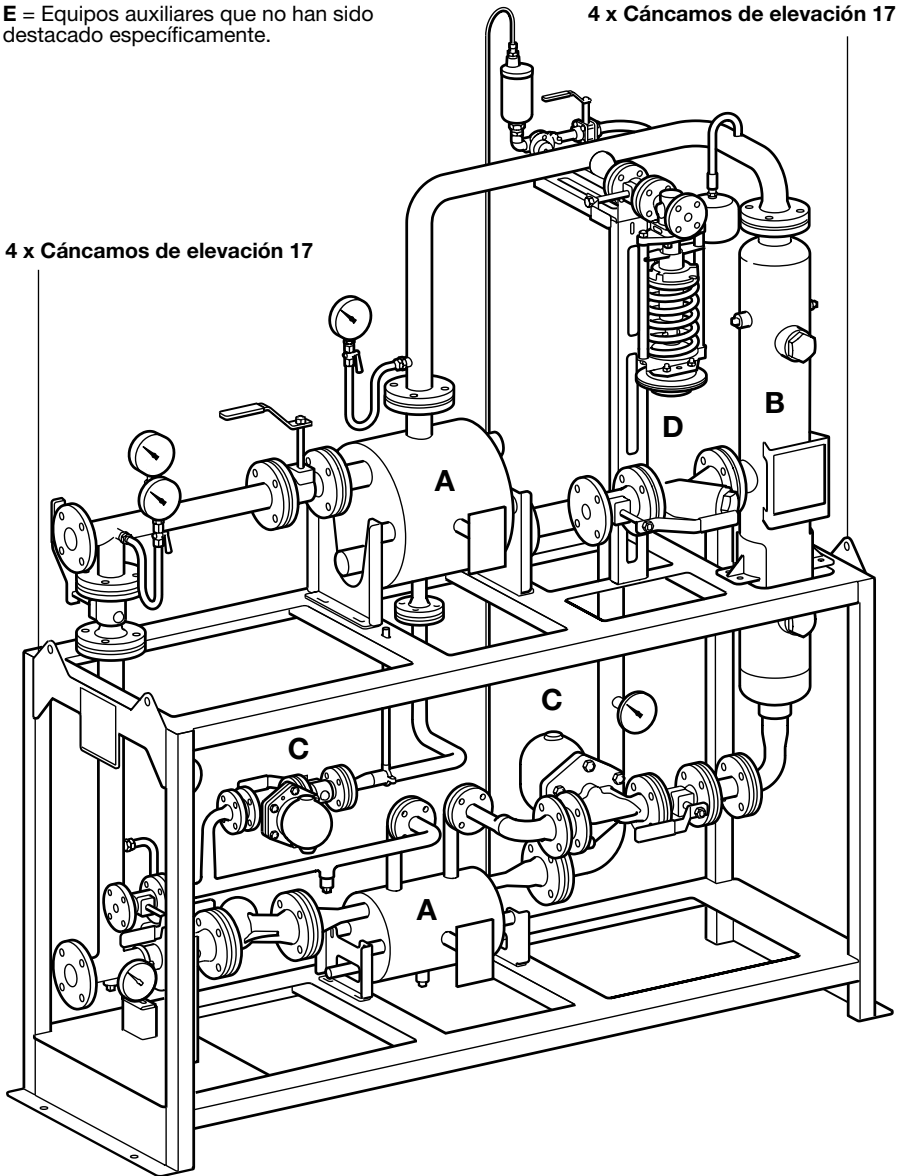

Fig. 1 Equipo de recuperación de energía Spirax FREME
1.13 Elevación de la unidad (fig.1)
Usar una carretilla elevadora adecuada para elevar La unidad Spirax FREME debe elevarse con equipo de elevación adecuado , desde la base o usando los cáncamos de elevación (ver ítem 17, Fig. 1), colocar en el lugar adecuado y fijar al suelo. Nota: